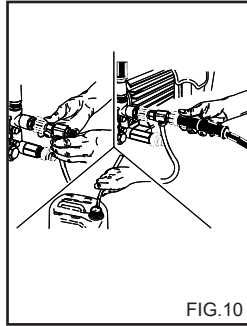

FIG.10
**ANVENDELSE AT TILBEHØR TIL SÆBEINDSUGNING (fig. 10) (Valgfrit tilbehør)**